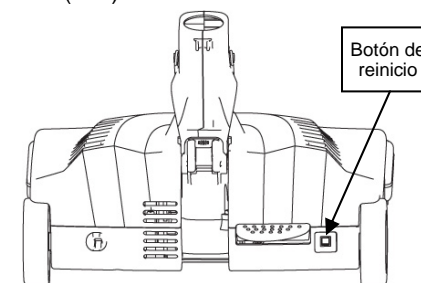

Fig. 23
8. Presione el botón de reinicio ubicado junto al botón de liberación del mango. Esto reiniciará el interruptor automático. (Fig. 23)